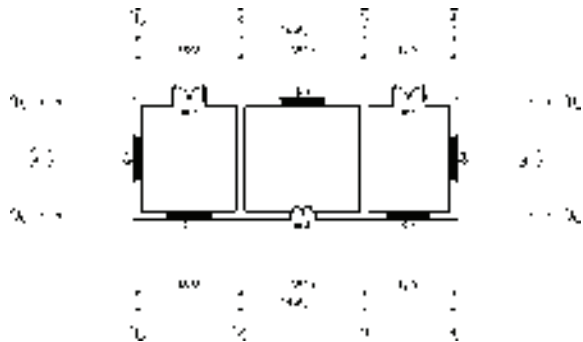

图 9-1 打开素材
1) 按〈Ctrl+O〉组合键，打开配套光盘提供的“第9章/9.1.1 门窗标注.dwg”素材文件，结果如图9-1所示。